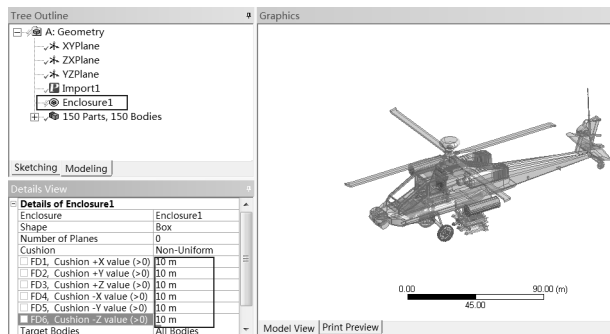

图 2-76 选择内表面
Step5：如图 2-76 所示，在 Details View 面板中做如下操作。